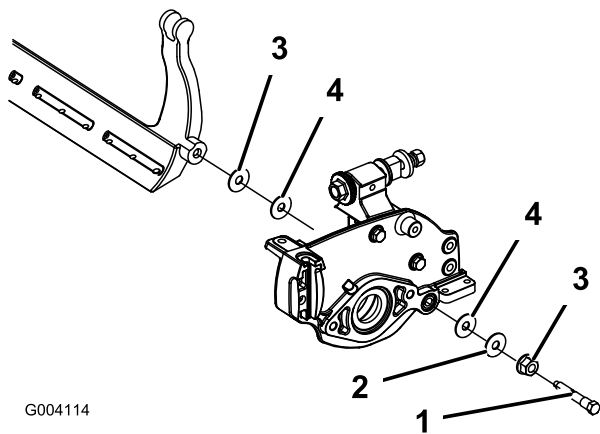

Bild 63
4. Nehmen Sie jede Schraube des Untermesserträgers ab, damit der Untermesserträger nach unten gezogen und von der Maschine entfernt werden kann. Bewahren Sie die beiden Nylon- und die beiden Scheiben aus gestanzten Stahl an jedem Ende des Untermessers auf (Bild 63).